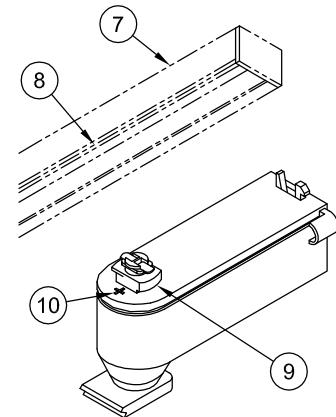

FIGURE 2
- 4.- Note that one side of the Track (7) has a Polarity Notch (8). Position mounting head Support Wings (9) parallel to Track with the (+) Sign (10) on same side as the Polarity Notch (8). See Figure 2.
4.- Notez bien qu'un côté (7) du rail est muni d'un cran polarisé (8). Situez les ailes de support de la tête de montage (9) en position parallèle au rail avec le signe (+) (10) du même côté que le cran polarisé (8). Voir la Figure 2.